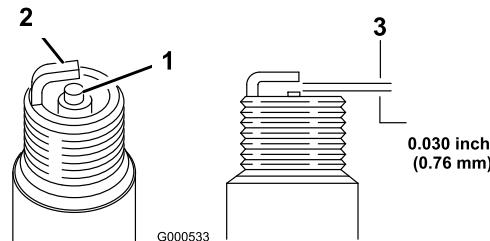

Figura 25
1. Mire la parte central de la bujía (Figura 25). Si se observa un color gris o marrón claro en el aislante, el motor está funcionando correctamente. Si el aislante aparece de color negro, significa que el limpiador de aire está sucio.
2. Compruebe la separación entre los electrodos central y lateral (Figura 25). Si la distancia no es correcta, doble el electrodo lateral.